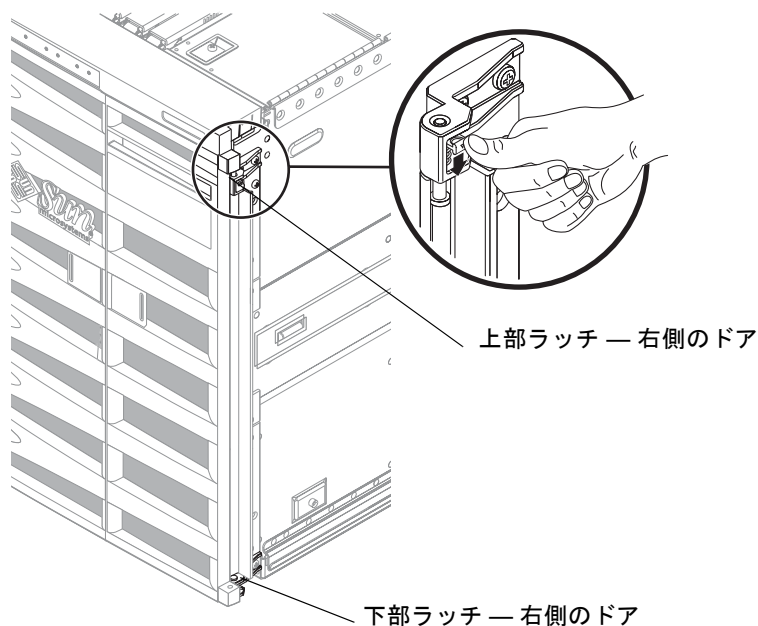

図 2-3 正面ドアのラッチ
1. 片方の手で支えながら、左側のドアを緑色の下部ラッチから出ているねじの位置に合わせます。緑色のラッチを下に押し、ドアをねじに正しく配置します (図 2-3)。